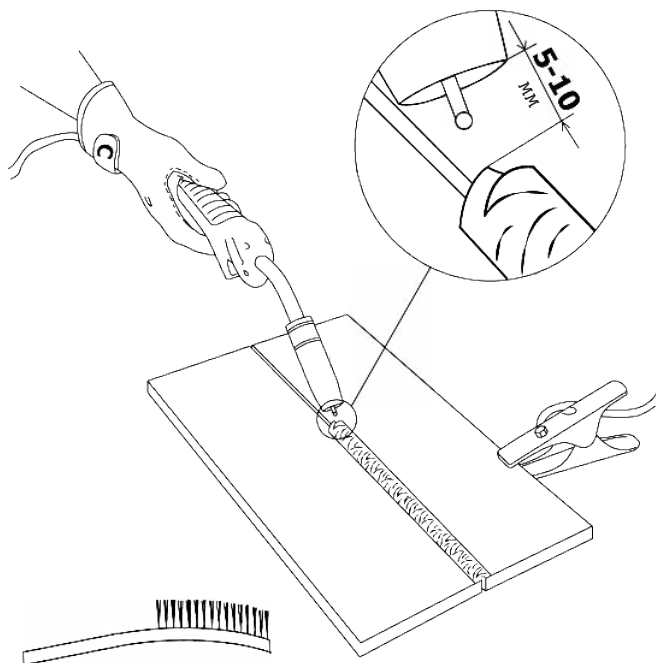

Рис. 7.3. Перед началом работы.
4. Начинайте сварочный процесс (см. рис. 7.3).
Перед началом работы не забудьте проверить следующее (см. рис. 7.3):